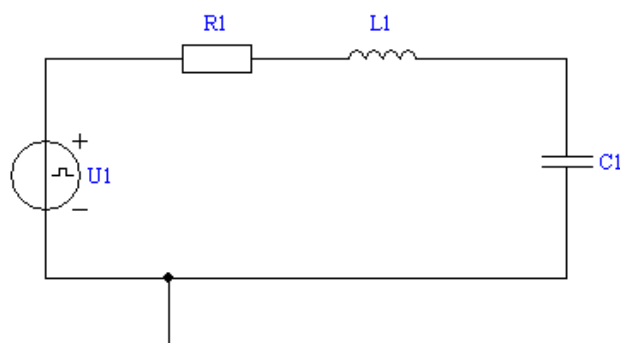

Рис. 3.1
2.3. В соответствии со своим номером варианта выпишите из табл. 3.1 значения параметров RLC -контура (рис. 3.1) и рассчитайте значение $C_{кр}$, при котором возникает критический режим, используя соотношение $R_{кр} = 2\sqrt{\frac{L}{C}}$.
3.2. Постройте на экране дисплея схему последовательного RLC -контура, показанного на рис. 3.1. Ко входу контура подсоедините источник напряжения. Смоделируйте источник прямоугольных импульсов с $t_{и} = 200$ мкс.